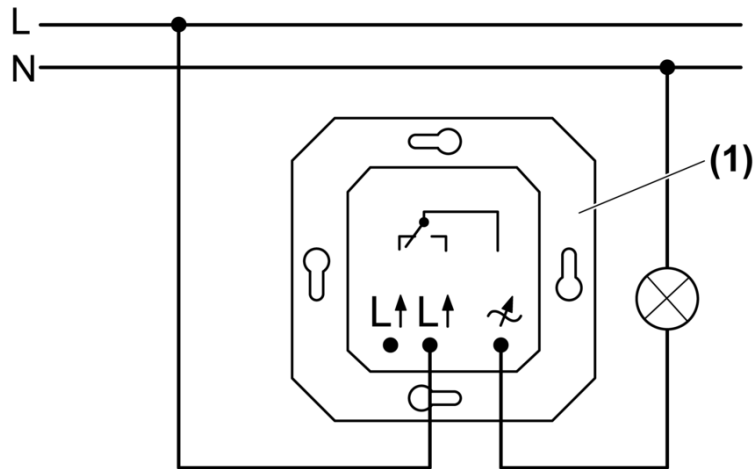

Bild 2: Anschlussplan
- Dimmer (1) gemäß Anschlussplan anschließen (Bild 2).